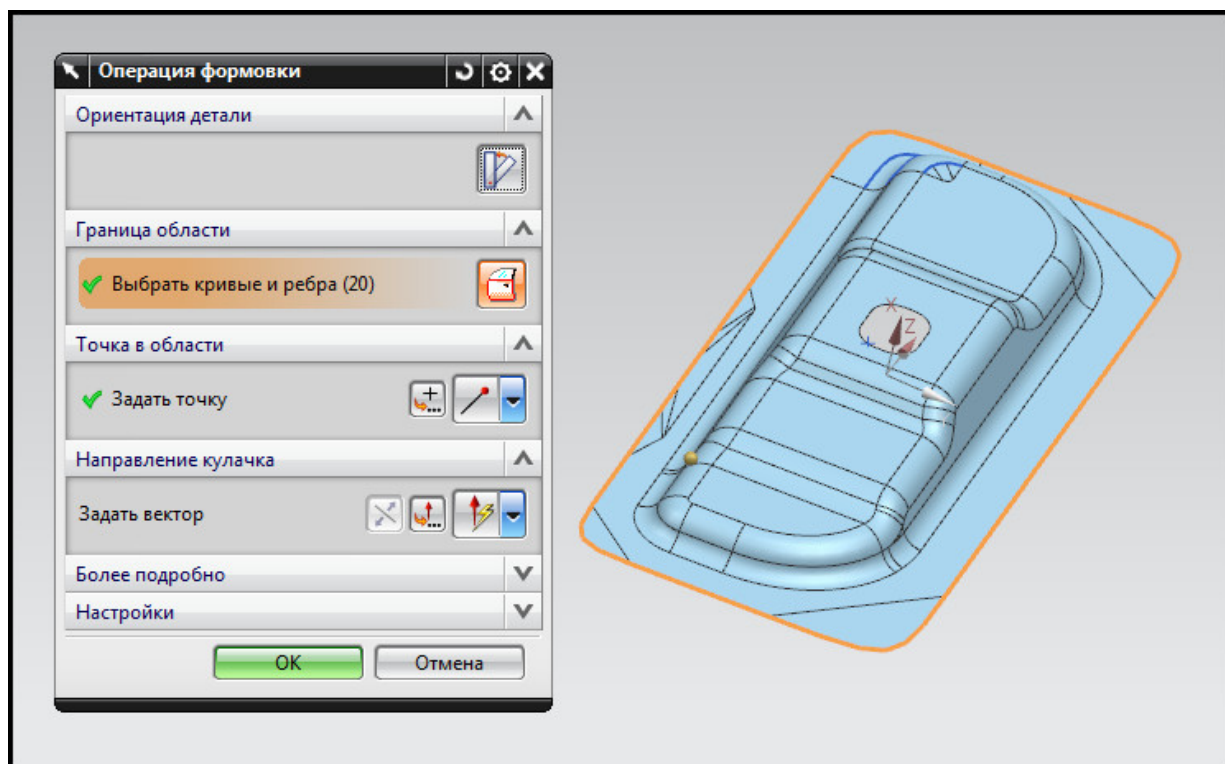

Рис. 7.14. Граница области формовки
- После создания поверхностей переходим к определению области формовки. Нажмите кнопку **Операция формовки**. В окне диалога укажите ориентацию перехода на операции вытяжки. Нажмите кнопку **Граница области**. В рабочем окне выберите ребра детали, как показано на рис. 7.14. Укажите любую точку внутри контура.